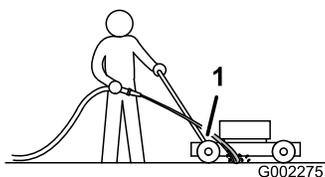

Bild 43
3. Halten Sie den Wasserschlauch auf Holmhöhe und richten Sie den Wasserstrahl unmittelbar vor dem rechten Hinterrad auf den Boden (**Bild 43**).